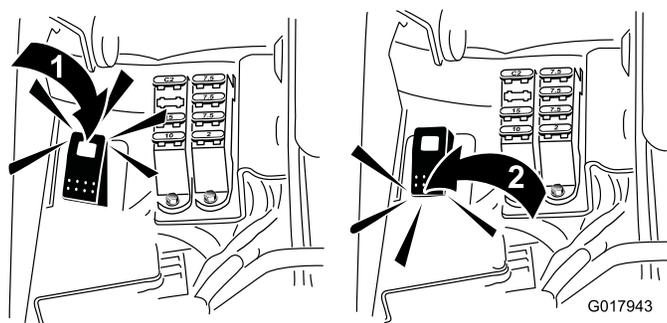

図 51
5. バックラップスイッチを逆転 (R) 位置にセットする (図 51)。